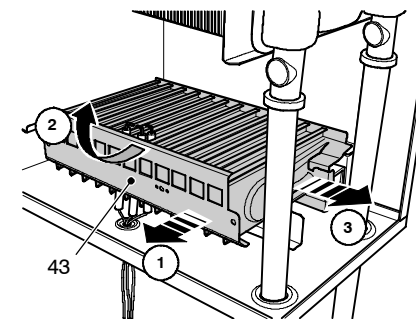

fig. 8.3
- 8 Togliere il bruciatore 43 in fig. 8.3 sfilandolo verso sinistra, ruotandolo verso l'alto e tirandolo frontalmente.